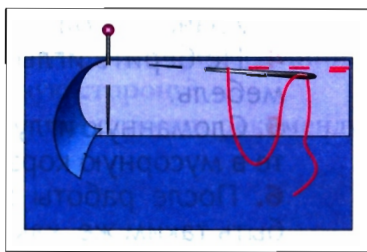

Рис. 25. Примётывание
3. Проложить ручные прямые стежки (длина стежка 10–25 мм) рядом с намеченной линией на расстоянии 1 мм в сторону среза детали. Начало и конец строчки закрепить двумя-тремя стежками (рис. 25).
2. Приметайте мелкую деталь к крупной, совмещая срезы припусков на швы (см. рис. 25).